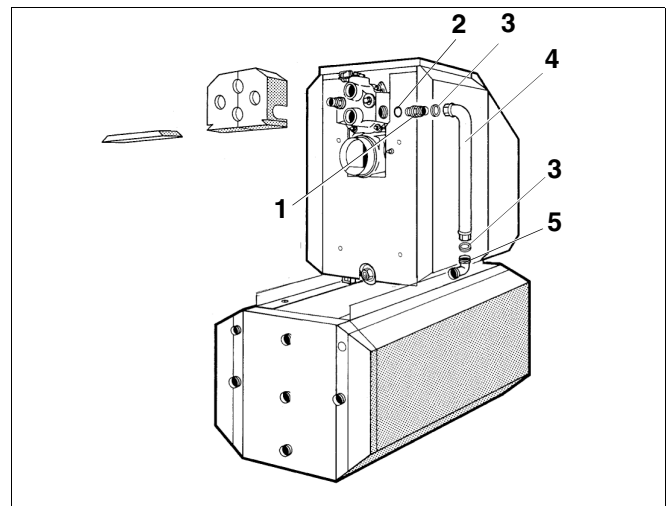

Abb. 8 Senkrechtes Rücklaufrohr mit Winkelklemmringverschraubung montieren
- Senkrechtes Rücklaufrohr (Abb. 8, Pos. 4) mit der Überwurfmutter des kurzen Schenkels und eingelegter Dichtung (Abb. 8, Pos. 3) auf den Doppelnippel G1 (Abb. 8, Pos. 1) aufschrauben.
- Winkelklemmringverschraubung (Abb. 8, Pos. 5) mit aufgelegter Dichtung (Abb. 8, Pos. 3) an das senkrechte Rücklaufrohr anschrauben (Abb. 8, Pos. 4).